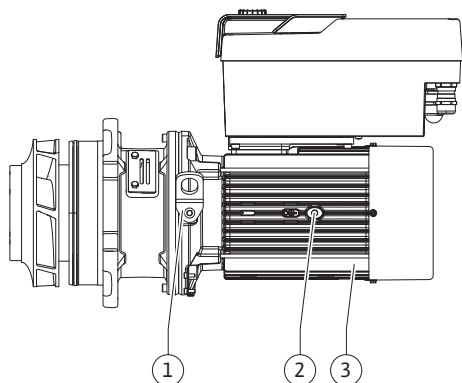

Fig. 108: Ansamblu motor cu rotor hidraulic
13. Introduceți ansamblul motor cu rotor hidraulic (vezi Fig. 108) în carcasa pompei în poziția inițială sau în altă poziție înclinată dorită. Totodată țineți cont de pozițiile admise de montare ale componentelor (a se vedea capitolul „Poziții de montare admise și modificarea dispunerii componentelor înainte de instalare” [► 21]).